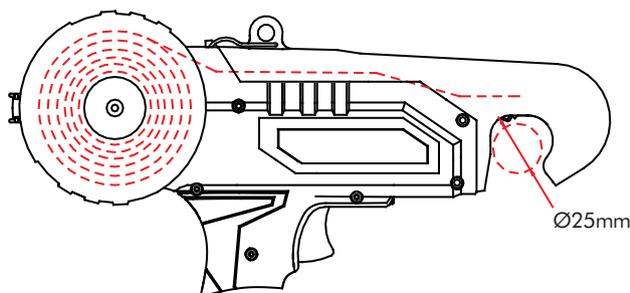

FIG.1
- 2) Le produit est conçu pour joindre des vignes et d'autres branches dans la plage effective de diamètre maximal de 25 mm. Ne l'utilisez pas dans tous les types de reliure dépassant le diamètre maximal de 25 mm. Un excès de cette plage endommagerait l'attacheur électrique. (FIG.1)